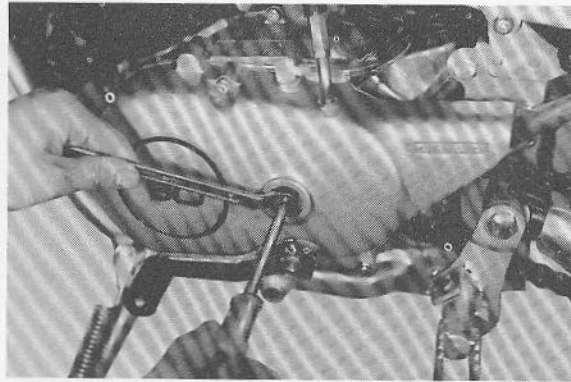

Fig. 2-5-19
- e. Using a Phillips screwdriver, turn adjust screw in or out until clutch arm (located under the engine directly below the adjust screw), is directly in line with the main axle center line. (Fig. 2-5-19)
- e. En utilisant un tournevis Phillips, tourner la vis de réglage dans un sens ou dans l'autre jusqu'à ce que le bras d'embrayage (situé directement sous le moteur en bas de la vis de réglage), soit directement en ligne avec l'axe de l'arbre principal. (Fig. 2-5-19)